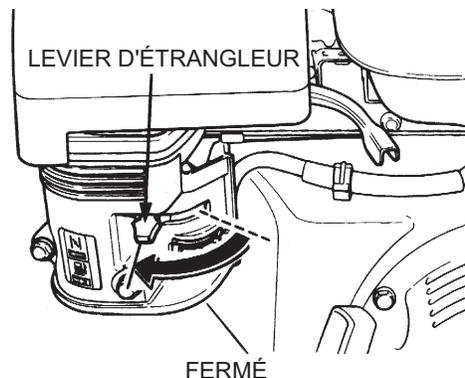

Figure 14. Levier d'étrangleur (fermé)
3. Placez le levier d'étrangleur (Figure 14) en position « **FERMÉ** » pour démarrer un moteur froid.